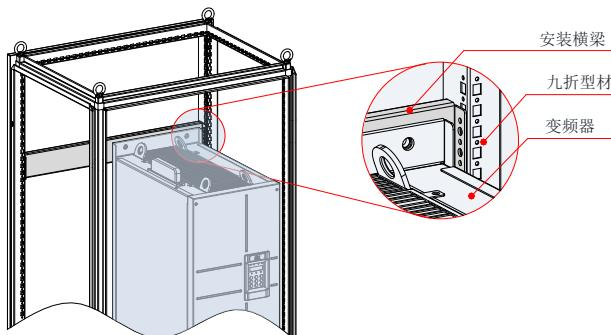

图 3-16 MD500ET200G(-L)~MD500ET450G(-L) 机柜 3D 示意图
- 2、MD500ET200G(-L)~MD500ET450G(-L) 装入九折型材 600mm 深机柜时，安装横梁必须向内弯折（如图 3-16 所示），借用立柱的空间（在装 800mm 深或以上标准机柜时，无此限制）。